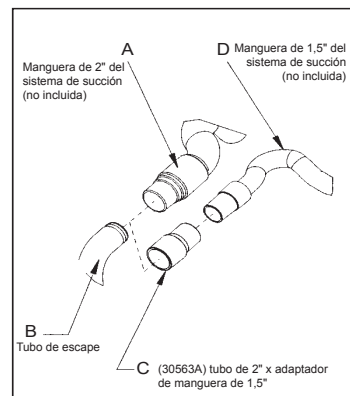

Imagen 1
1. Instale el extremo de la manguera de 2" (imagen 1, A) directamente sobre el tubo de escape (imagen 1, B).
1. Instale el adaptador del extremo de la manguera de 2" x 1 1/2" (nº de pieza 30563A) (imagen 1, C) sobre el tubo de escape (imagen 1, B).
2. Inserte el extremo de la manguera 1 1/2" (imagen 1, D) en el adaptador (imagen 1, C).